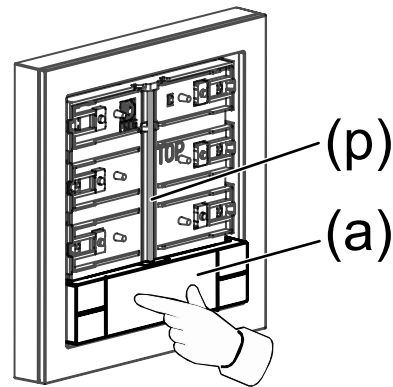

Figure 7: Appuyer sur le centre de l'interrupteur de commande à bascule
- Enclencher l'interrupteur de commande à bascule (a) sur l'axe (p) ; pour cela, appuyer sur le centre de l'interrupteur de commande à bascule (a) (porte-étiquette) (voir figure 7).
L'interrupteur de commande à bascule (a) s'enclenche sur l'axe (p) (voir figure 7).